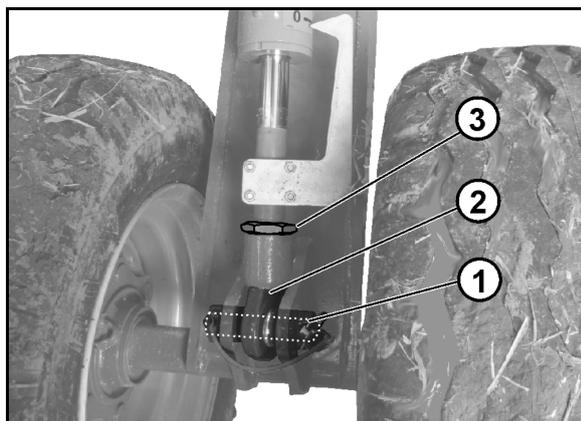

Fig. 49
- montar a barra de proteção para o tráfego (Fig. 49/3).
- Fixar os dentes com os pinos de fixação (Fig. 49/1) na posição 2.